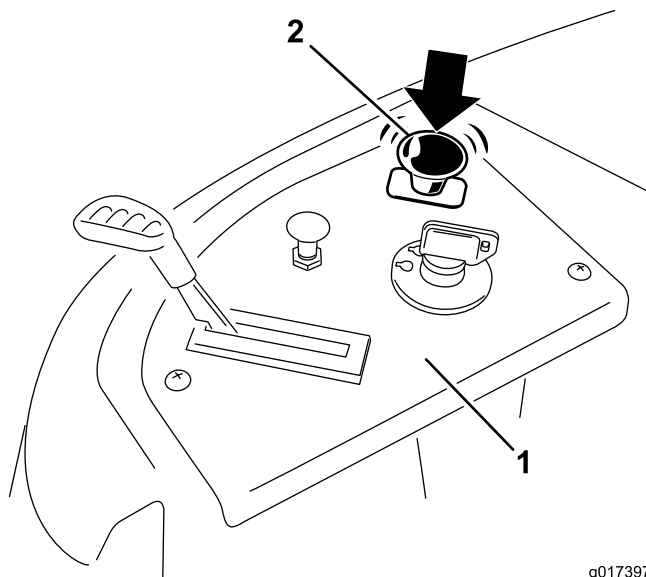

Figure 16
Appuyez sur la commande des lames pour la placer en position désengagée et désengager les lames (Figure 16).
- Désengagez les lames en plaçant la commande des lames en position Désengagée (Figure 16).